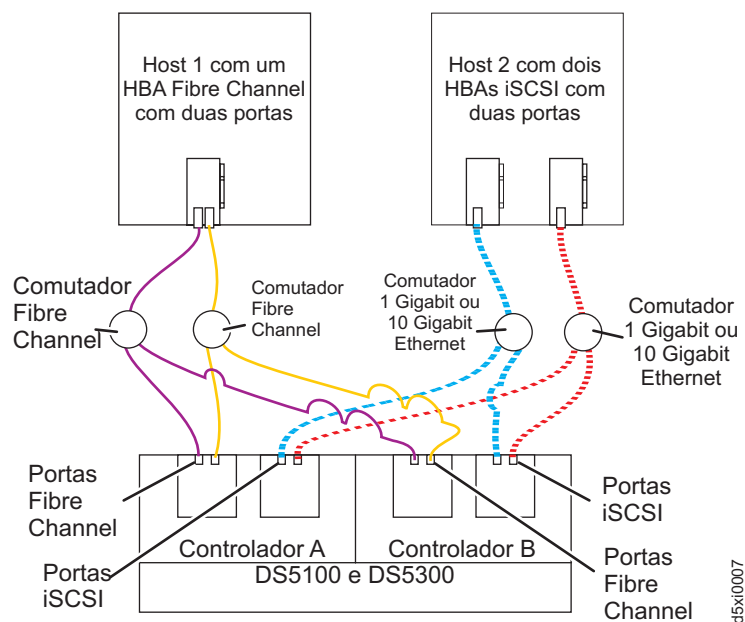

Figura 100. Exemplo de uma configuração de múltiplos hosts com múltiplas portas e com múltiplos comutadores
- Configuração de múltiplos hosts com múltiplos comutadores, como mostrada na Figura 100 na página 151
A Figura 100 na página 151 mostra um exemplo de uma configuração de múltiplos hosts com múltiplas portas e múltiplos comutadores.